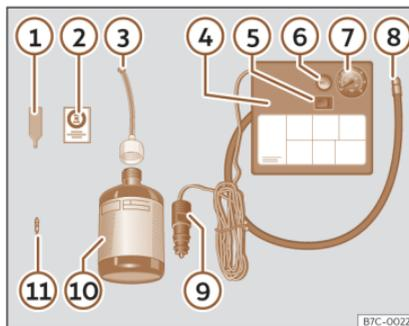

Fig. 31 Représentation standard : contenu du kit antirevaison.
Le kit antirevaison se trouve dans le coffre à bagages, sous le revêtement de plancher. Il inclut les composants suivants»» fig. 31 :
- Dévissez le capuchon et l'obus de la valve du pneu. Utilisez l'appareil»» fig. 31 ① pour extraire l'obus. Placez-le sur une surface propre.
- Agitez fortement la bouteille de produit de colmatage des pneus»» fig. 31 ⑩.
- Vissez le tuyau de gonflage»» fig. 31 ③ sur la bouteille de produit de colmatage. Le plombage du goulot de la bouteille est automatiquement percé.
- Retirez le bouchon du tuyau de remplissage»» fig. 31 ③, puis vissez l'extrémité ouverte du tuyau sur la valve du pneu.
- Placez de nouveau l'obus de valve sur la valve du pneu avec l'outil»» fig. 31 ④.
- Vissez le tuyau de gonflage du pneu du compresseur»» fig. 31 ⑧ sur la valve du pneu.
- Vérifiez si la vis d'évacuation d'air est serrée»» fig. 31 ⑥.
- Branchez le connecteur»» fig. 31 ⑨ à une prise de courant de 12 volts du véhicule »» page 155.
- Raccordez le compresseur d'air au commutateur ON/OFF»» fig. 31 ⑤.
- Collez l'autocollant»» fig. 31 ② sur le combiné d'instruments, dans le champ de vision du conducteur.
Revissez le tuyau de gonflage»» fig. 31 ⑤ et vérifiez la pression du manomètre ⑥.